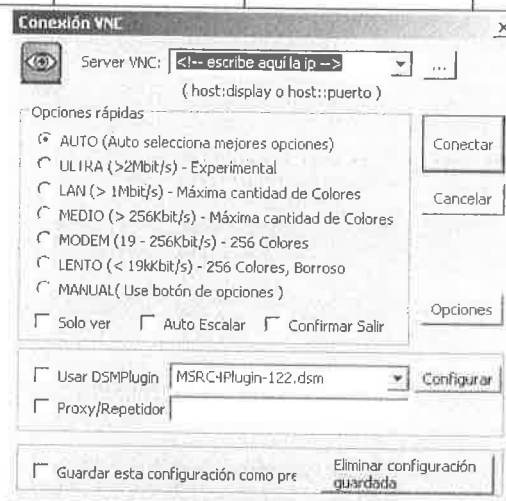

Figura 43: Menu principal del programa VNC.
- A continuación, se abre el diálogo que se ve en la Figura 43. No es necesario configurar ninguno de los parámetros. Simplemente, se debe introducir en el campo “Server VNC” el nombre del equipo al que nos queremos conectar, según la siguiente tabla, y pulsar el botón “Connect”.